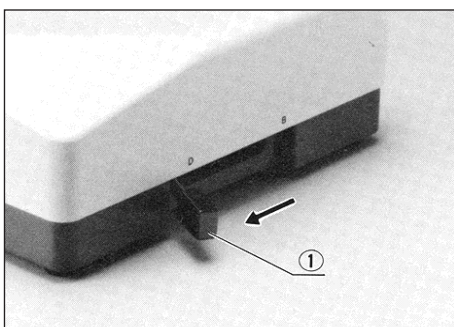

Abb. 25
- ① Schieber ① in Position D stellen (Abb. 25).
- ② Damit der Dunkelfeld effekt verbessert wird, muß das wasserabweisende Glas entfernt werden. Dazu dieses gegen den Uhrzeigersinn drehen und darauf achten, daß kein Wasser in den Sockel gelangt.